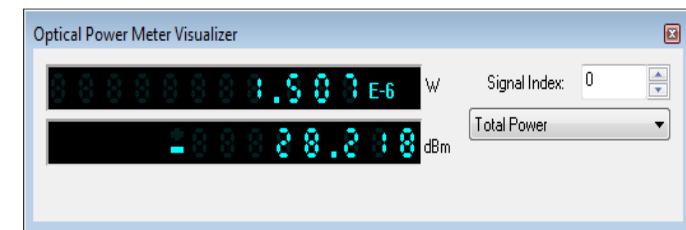

Рисунок 1.3 - Вид окна измерителя мощности
4.4. Запишите значение уровня мощности в начальной точке оптического тракта P_S (**Power**) 0 дБм. Двойным щелчком по блоку измерителя мощности (**Optical Power Meter Visualizer**), откройте его окно, рисунок 1.3.